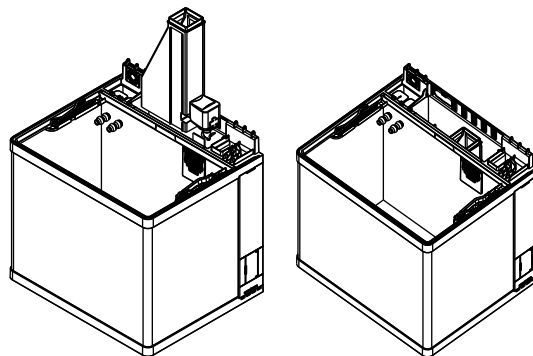

図13：プロテインスキマーの設置
6. ポンプの電源コードとエアーホースの先が水槽の外に出る様にながら、組み立てたスキマーをスキマー室に設置します。その際、スキマーの溝をスキマー室にある垂直のガラス製ガイドに沿わせながらスライドします。エアーホースに圧力がかからない様にして下さい。（図13）